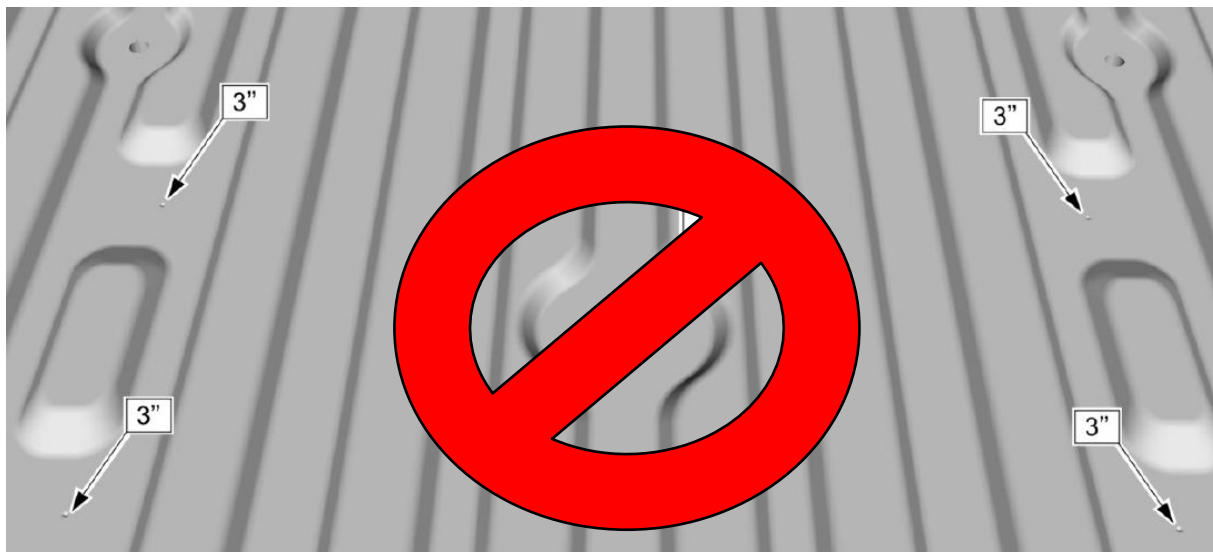

FIGURA 3
3. Con una sierra de copa de 3", cortar los 4 orificios exteriores de los discos (ver la Figura 3).